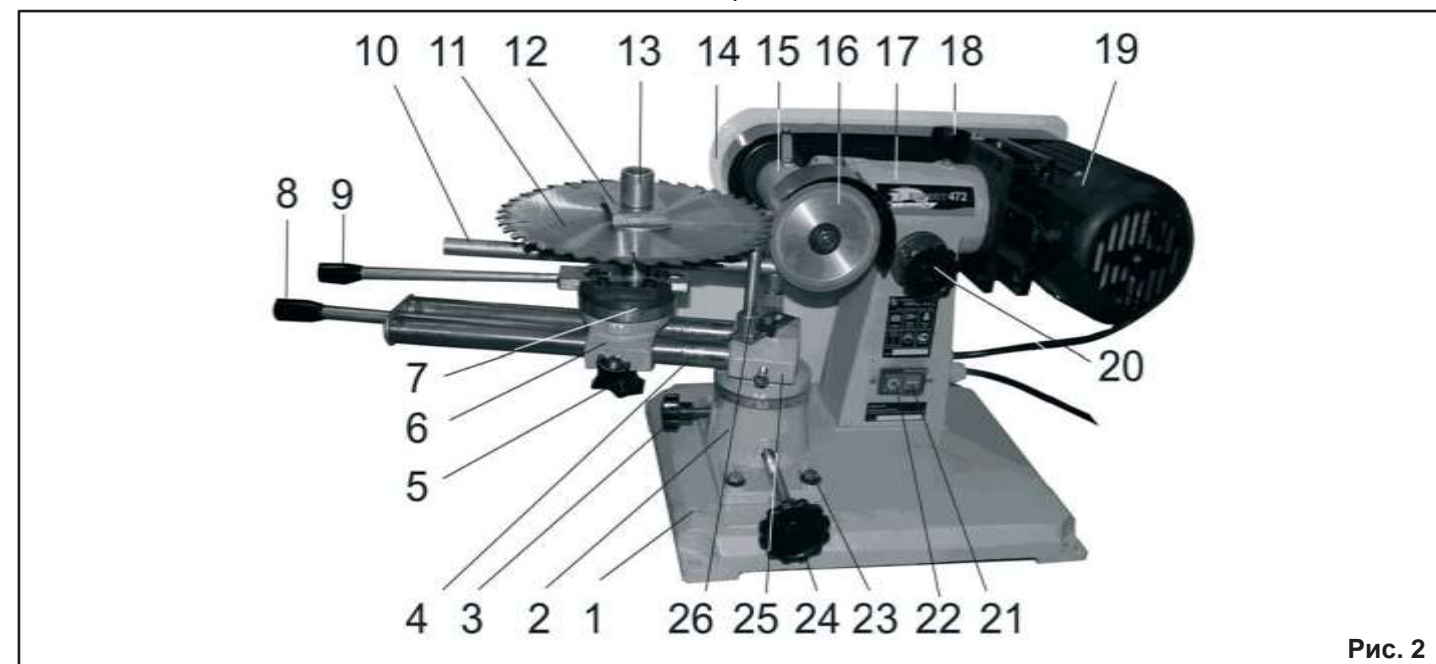

Рис. 2
7.1. Машина состоит из следующих сборочных единиц и деталей (Рис. 2, Рис. 3)
8.1. Монтаж машины (Рис. 2)
8.2. Сборка машины (Рис. 2)
8.2.1. Как показано на Рис. 2, установите и закрепите заточный круг (16). В зависимости от выполнения намеченной работы, заточный круг (16) устанавливайте рабочей поверхностью с наружной или внутренней стороны относительно машины.
9.2.3. Включение машины производится нажатием на кнопку «I» (21) Рис. 2.
9.2.4. Выключение машины производится нажатием на кнопку «O» (22) Рис. 2.